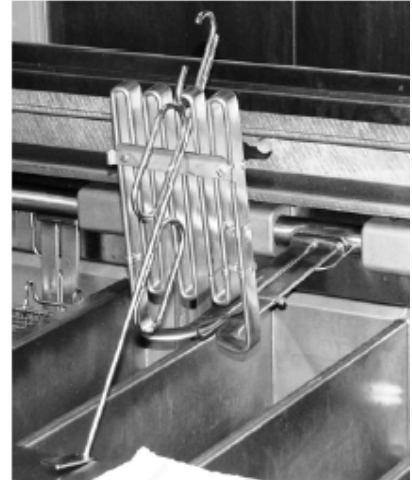

Рисунок 1.
5. **Только электрические аппараты.** Для очистки дна ванны поднимите нагревательные элементы, используя специальное приспособление. Будьте аккуратны и не повредите датчик предельной температуры. Рисунок 1.